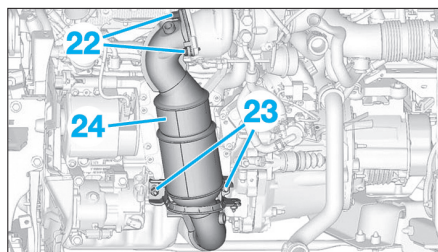

Fig. 52
- le support (18) du connecteur de la sonde à oxygène,
- l'écran thermique (19) du couvre-culasse,
- l'écran thermique supérieur (20) du catalyseur,
- l'écran thermique avant (21) du catalyseur,
- les fixations supérieures (22) du catalyseur (Fig.52),